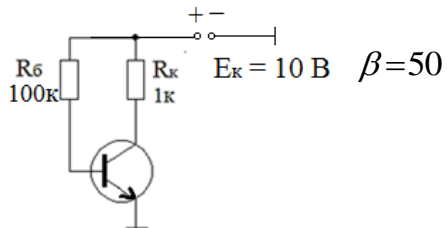

Рис. 2.5
5. Определить степень насыщения транзистора в схеме на рис.2.5.